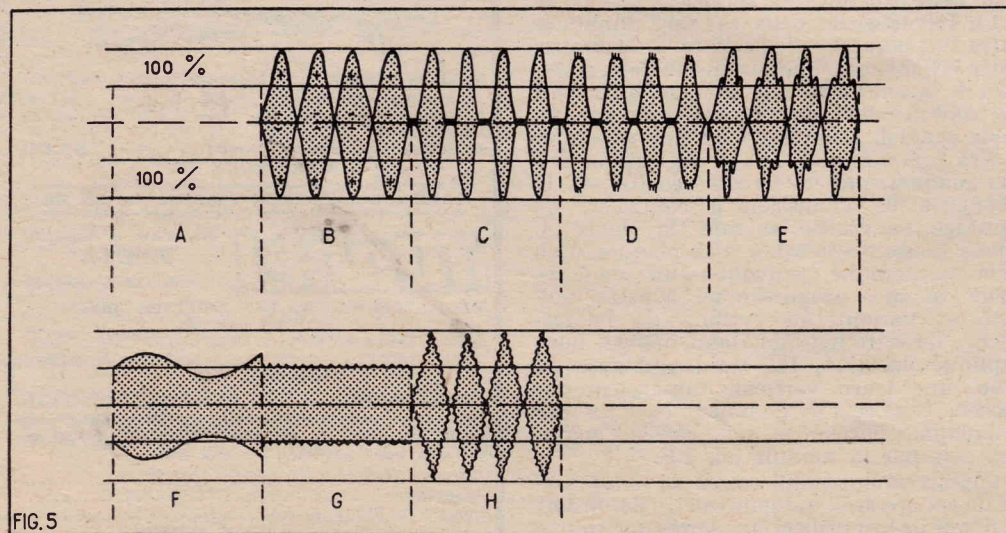

FIG. 5
Le SW1 étant en position 1, régler l'élongation du pot pour couvrir toute la partie médiane du tube dans sa plus grande longueur. Mettre en fonctionnement l'émetteur et régler le couplage de la boucle pour avoir une courbe suffisante; au besoin, accorder le circuit oscillant aux bornes des plaques verticales, ou découpler les spires de couplage du côté PA suivant que la trace est trop petite ou trop grande. Il s'est trouvé que pour le tube DG16:1, il a suffi d'un circuit oscillant et d'une petite antenne de 30 cm, pour avoir une élongation verticale de 5 cm, ce qui était largement suffisant. Il est évident que le tube cathodique se trouve très près de l'émetteur. En l'absence de modulation, la courbe se présentera comme il est indiqué sur la figure 5 (A). Pour une modulation à 100 %, la trace de l'écran passera au double de la hauteur sans modulation. Il sera possible de déduire le pourcentage de modulation en mesurant la hauteur de la courbe. Pour ce faire, il est facile de coller sur l'écran du tube une petite languette de papier que nous aurons graduée en centimètres ou en millimètres, ou encore en pourcentage de modulation, pour le cas d'une hauteur de courbe prévue à l'avance. La modulation doit présenter des bosses et des creux qui auront, pour une modulation bien réglée, toujours la même hauteur (fig. 5 B). Voici un exemple : Si la trace sans modulation présente une hauteur de 5 cm pour une porteuse modulée à 100 pour 100, la hauteur devra être de 10 cm, et les creux devront juste effleurer la ligne médiane produite par le balayage seul. Pour tout autre mesure il suffira de faire une règle de trois pour connaître le taux exact de modulation.
La courbe enveloppe permet de connaître les défauts d'une modulation, les exemples qui vont suivre ne représentent qu'une faible partie des pannes de modulation rencontrées par un amateur. Sur la figure 5 (C) nous avons représenté une modulation à plus de 100 pour 100, les pointes positives dépassent largement le double de la trace sans modulation. Ceci n'est pas trop grave, le plus gênant ce sont les pointes négatives qui coupent la porteuse supprimant la HF ce défaut de la modulation produit aux alentours et même souvent très loin de celle-ci des bandes latérales importantes et qui gênent les émissions voisines. Pour réduire ces coupures de porteuse, il faut monter un système supprimant les pointes négatives de modulation et coupant les fréquences BF qui ne sont pas nécessaires à la compréhension des messages. D'autres pannes peuvent se produire, une modulation peut être à 100 % dans les pointes négatives et n'atteindre que 50 à 60 % dans les pointes positives. Cette modulation est inefficace du fait qu'au lieu d'augmenter la porteuse, la BF au contraire tend à la diminuer. Le rendement est mauvais, et l'encombrement de la bande est encore une fois gênant pour les voisins. Les causes de ce phénomène sont multiples : manque d'excitation sur la grille de l'étage HF, modulateur mal calculé, circuit final mal adapté, transformateur de modulation mal calculé ou mal adapté, ou encore défectueux.
La figure 5 (D), représente la trace d'un émetteur modulé à plus de 100 pour 100 dans les pointes négatives, mais écartée et inférieure à 100 pour 100 dans les pointes positives. Cette panne peut venir d'un manque d'excitation, d'une déficience de la HT dans l'étage final, mais presque toujours du modulateur, étage préampli ou
final écrétant (polarisation lampe BF mal réglée), ou HF modulateur insuffisant s'écroulant dans les pointes de modulation. Sur la figure 5 (E), nous avons représenté une trace caractéristique de distorsion. Comme dans les pannes précédentes les causes peuvent être diverses, la distorsion ou l'accrochage pouvant venir de l'étage final HF, mais aussi souvent du modulateur.
Il est une panne (fig. 5 F), qui fait parler beaucoup d'OM's, lesquels en rêvent nuit, « la ronflette ». Le 50 ou 100 périodes qui se promène dans nos installations distillées sur une grille ou une plaque un peu de tension qui se retrouve amplifiée sur l'étage final, et d'autant plus qu'il existe un plus grand nombre d'étages entre le défaut et le final, d'où cette panne qui peut avoir une foule de causes. Mais l'oscilloscope permet le dépannage rapide. A la figure 5 (G), nous représentons la trace produite par un émetteur qui accroche dans une partie quelconque : étages HF, neutrodyne ou circuit ayant un couplage parasite avec un autre circuit. Dans la figure 5 (H), la trace montre une porteuse modulée sur laquelle un retour HF se produit. Il existe bien d'autres visualisations de pannes, mais après quelque temps d'accoutumance, le travail sera simplifié et la détection des pannes automatique ou presque.